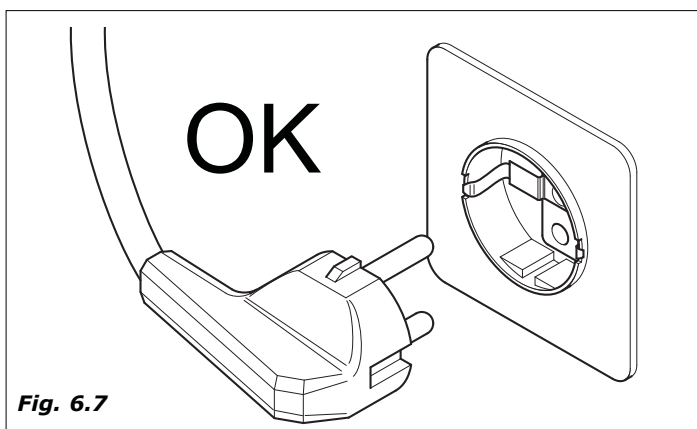

Fig. 6.7
- Le distributeur est fourni avec un câble d'alimentation H 05 VV - F 3 x 1.5 mm² avec prise SCHUKO (figure 6.7).